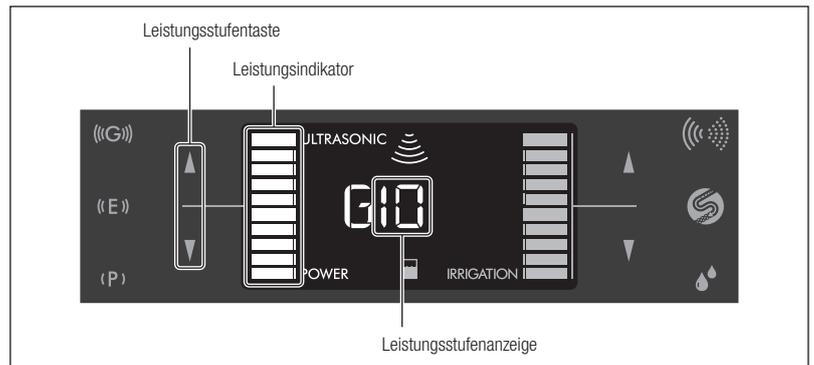

Abb. 21
- 2) Stellen Sie über die Leistungsstufentaste (▲/▼) die Leistungsstufe ein. Die Leistungsstufenanzeige und der Leistungsindikator steigen oder sinken je nach ausgewählter Leistungsstufe (Abb. 21).